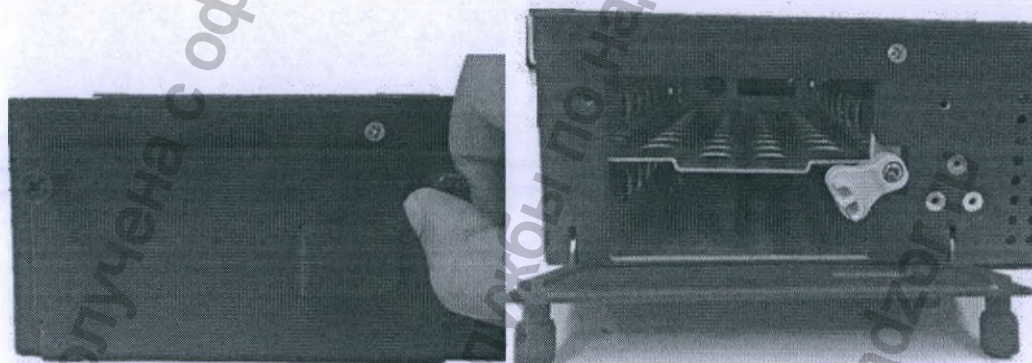

Рис. 6.3.1. Отсек для литий-ионных батарей и его открытие
1. Найдите отсек для литий-ионных батарей, расположенный в правой нижней части системы (см. рис. 6.3.1).